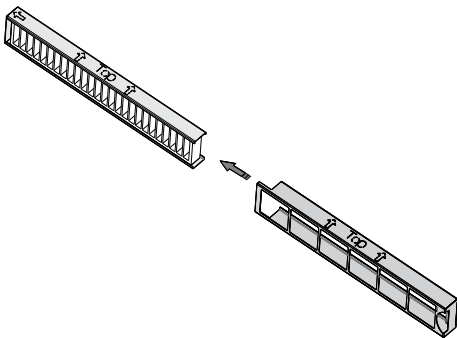
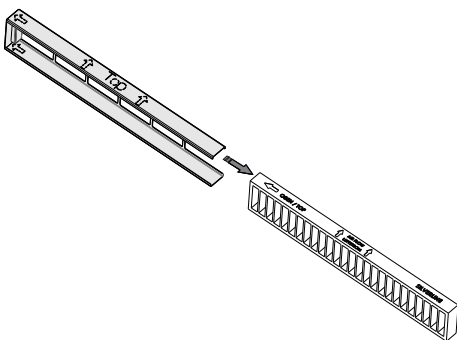

Abb. 74: Schritt 1.
Abb. 75: Schritt 2.
3. Nehmen Sie den Aktivkohlefilter im Inneren des Aufnahmegitters aus Ihrem Gerät und ersetzen Sie ihn durch einen neuen Aktivkohlefilter (Abb. 74 / Abb. 75).